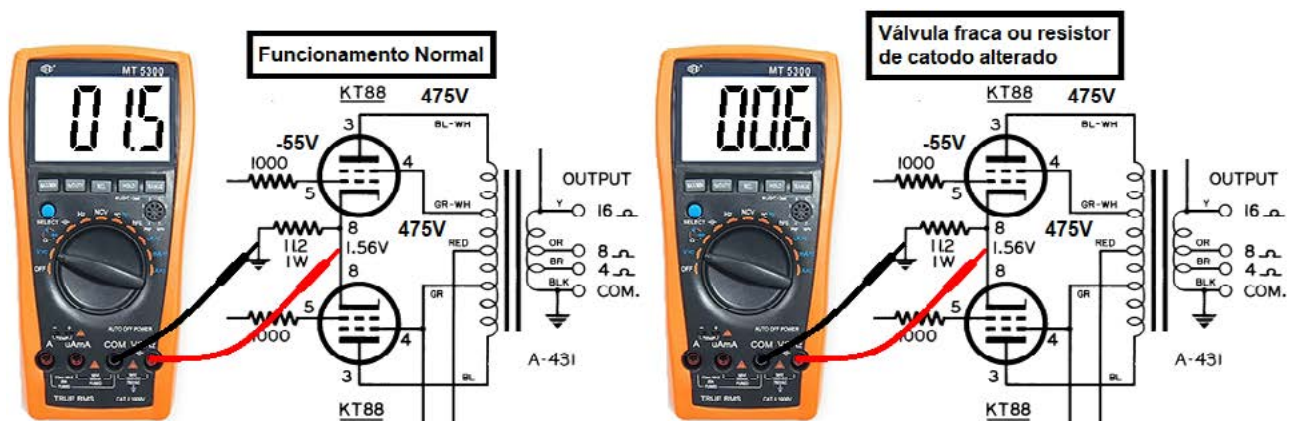

Figura 4
4. Som baixo ou distorcido – Válvula fraca – Uma válvula com emissão abaixo do normal, que pode ser causado por sujeira interna ou desgaste do catodo, pode descobrir a causa trocando a válvula antiga por uma nova (se o técnico reparador deste tipo de som tiver um estoque das válvulas mais usadas neles), usando um testador de válvulas, ou em último caso medindo as tensões nas placas, grades de blindagem e catodos, usando um esquema ou manual com os valores indicados. Uma válvula fraca (pouca emissão) tem menor corrente interna resultando em tensão maior na placa e menor no catodo como mostrado na figura 4.